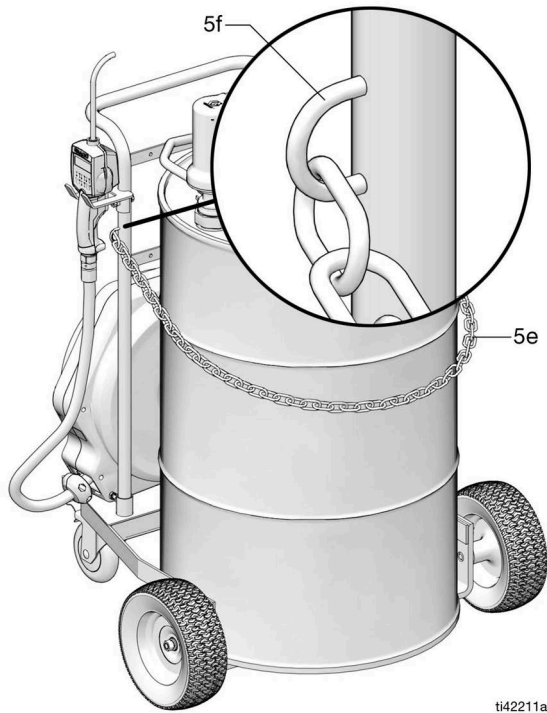

ABB. 35
7. Eine Kette (5e) um das Fass anbringen wie dargestellt in ABB. 35. Die Kette der Größe des Fasses entsprechend anpassen. Die Enden der Kette mit den zweiteiligen Winkeln (5f) verbinden.